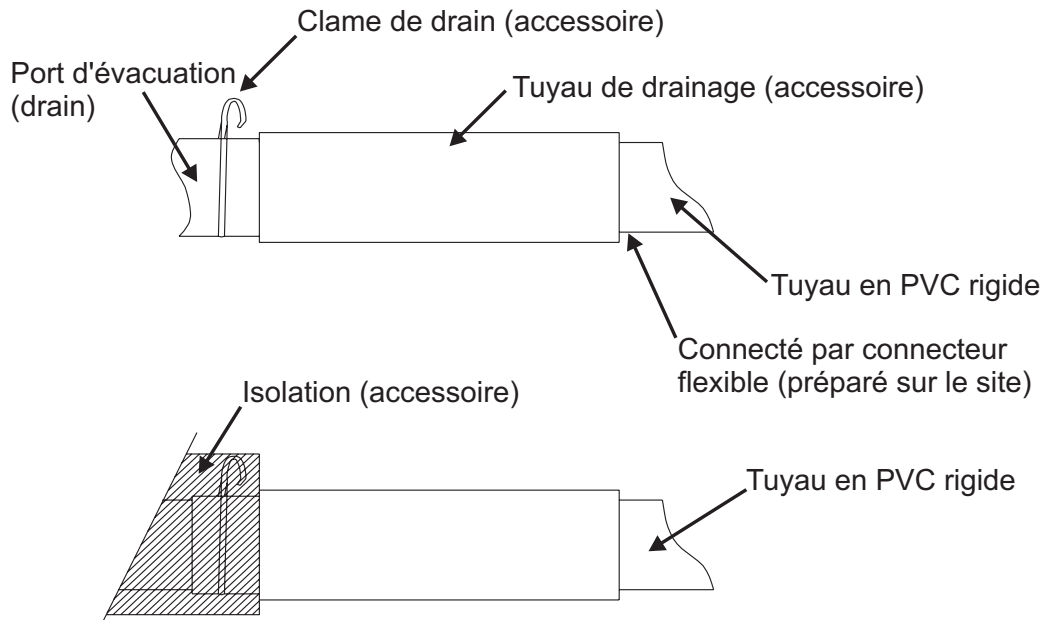

Figure 12
3. Insérez le tuyau de vidange jusqu'à ce qu'il se connecte correctement au port de drainage puis fixez-le de manière sécurisée avec la clame de tuyau (Accessoire)(Figure 12)
4. Après avoir vérifié le drainage, enveloppez le tuyau de vidange avec l'isolant et les clames (Accessoire). (Figure.12)